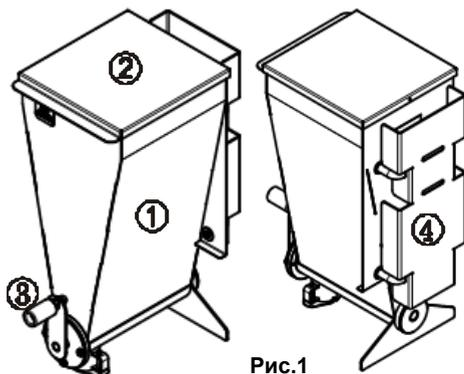

Рис.1
Установить ручку (3) из транспортного положения в рабочее, как показано на рис.1.